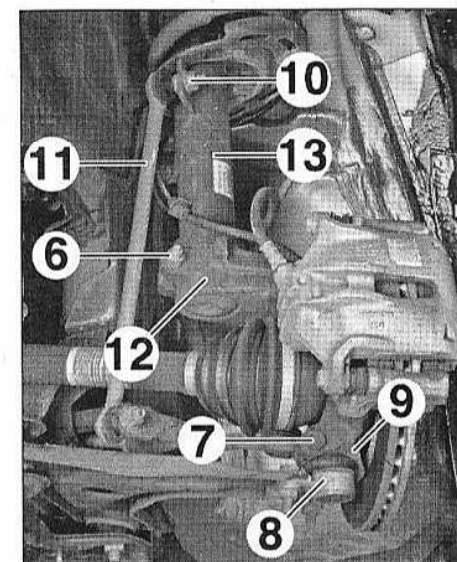

FIG.14
- le boulon de bridage (6) de l'amortisseur dans le pivot (Fig.14),
- le boulon de bridage (7) et désolidariser la rotule inférieure (8) du pivot.